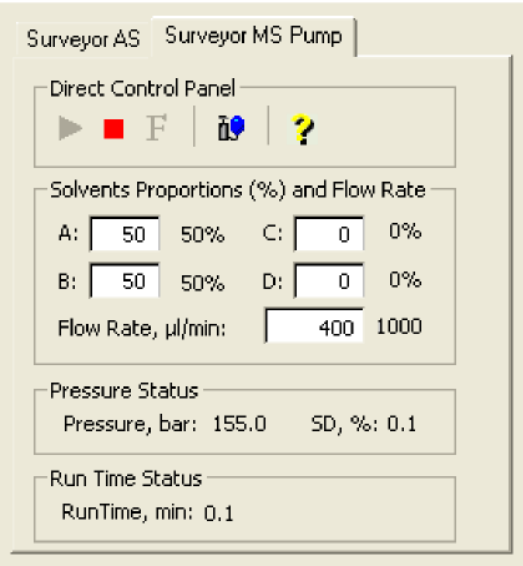

图5-2. 入口直接控制视图，图中显示泵为开启状态
- a. 在Tune Master中的Control / Scan Mode（控制/扫描模式）工具栏上点击AS/LC Direct Control（AS/LC直接控制）按钮，在工作区域右上角显示Inlet Direct Control（入口直接控制）视图，见图5-2。